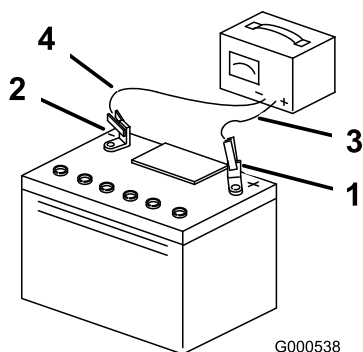

Figura 44
- Cuando la batería esté completamente cargada, desconecte el cargador de la toma de electricidad, luego desconecte los cables del cargador de los bornes de la batería (Figura 44).